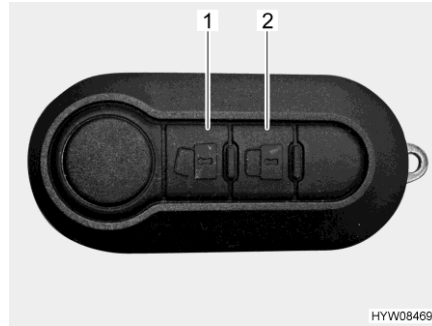

Fig. 32 Mando a distancia (cierre centralizado)
- Pulsar la tecla  (Fig. 32,1) una vez brevemente. Las cerraduras de las puertas estarán desbloqueadas. El botón de seguridad salta hacia fuera.
- Pulsar la tecla  (Fig. 32,2) una vez brevemente. Las cerraduras de las puertas estarán bloqueadas. Si todas las cerraduras han sido bloqueadas, se emitirá una confirmación a través de los intermitentes del vehículo.